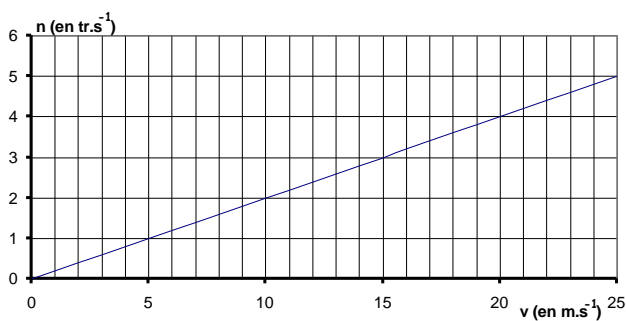
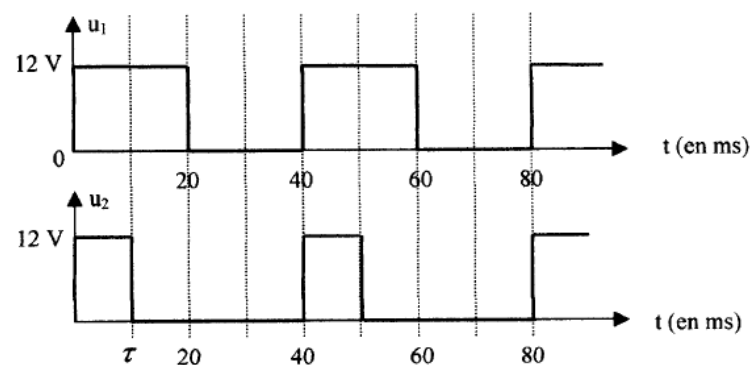

Figure 2
Figure 3
Le constructeur de l'anémomètre donne la vitesse de rotation n du disque en fonction de la vitesse du vent v en figure 2. La tension $u_1(t)$ est représentée en fonction du temps sur 2 périodes en figure 3.
3. Donner l'expression de la vitesse du vent v en fonction de la période T de $u_1(t)$. En déduire la vitesse du vent (en km/h) correspondant au relevé de la figure 3.